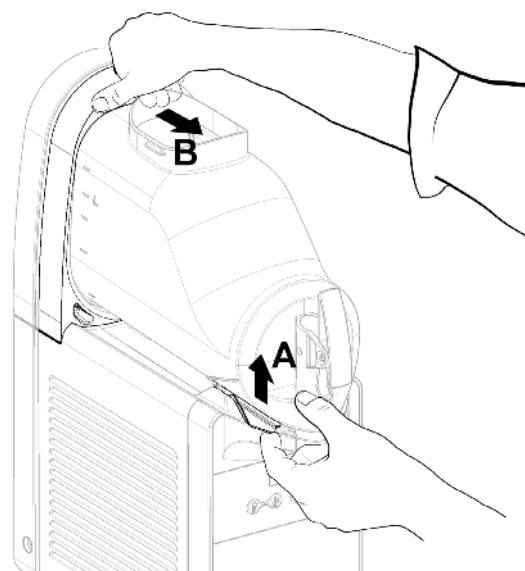

figura 3
**2** Para desmontar el recipiente es necesario empujar hacia arriba la palanca correspondiente A (ver figura 3) y luego sacar el recipiente hacia delante B (ver figura 4).